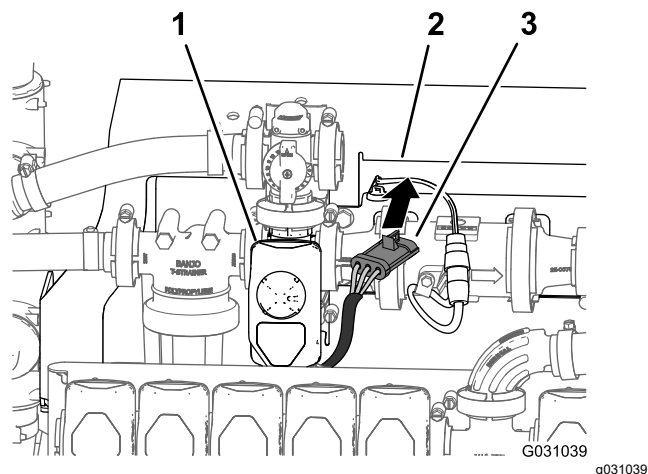

Рисунок 102
5. Проложите 3-штыревой разъем жгута проводов клапана перемешивания впереди крепления коллектора (Рисунок 102).